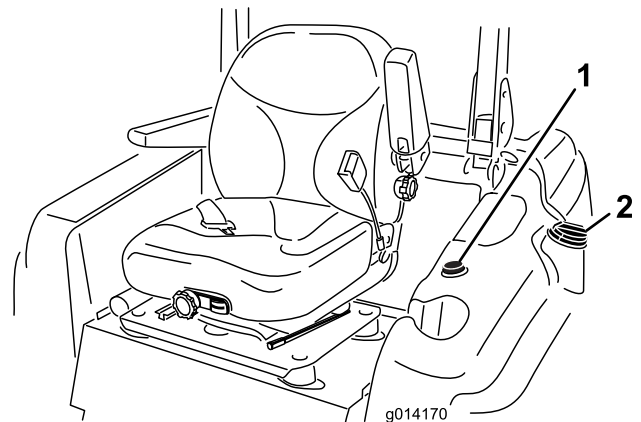

Figura 7
3. Limpie la zona alrededor del tapón del depósito de combustible y retire el tapón (Figura 7).